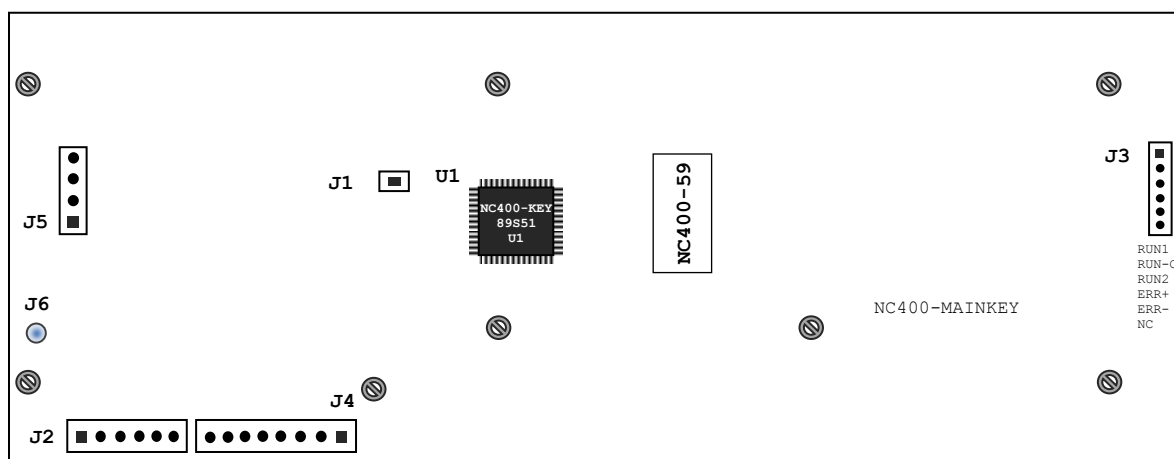

Рисунок 4.41 – Расположение разъёмов платы АЦК NC400-59
4.4.2.1 Функции блока клавиатуры в пульте оператора БУ NC400-5 выполняют плата АЦК NC400-59 и плата ФК «F1»–«F8» NC400-58. Блок клавиатуры ПО имеет 84 клавиши. Расположение разъёмов платы АЦК NC400-59 показано на рис.4.41.